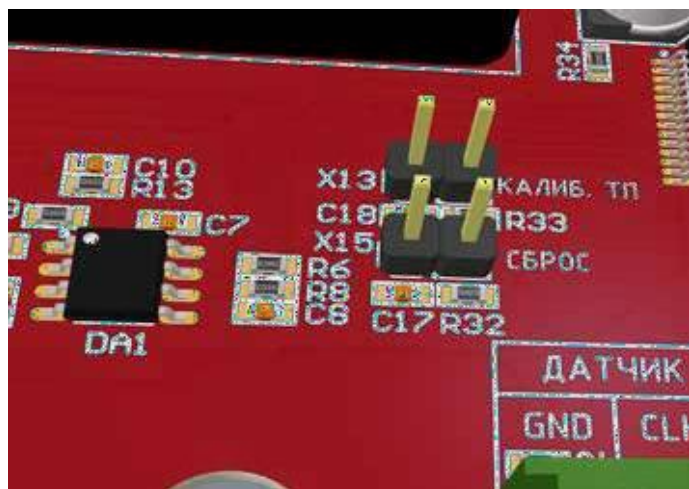

Рисунок 8. Установка перемычка на клеммах колодки X15
В Устройстве предусмотрена возможность сброса пользовательских настроек, к настройкам по умолчанию. Для этого необходимо обесточить Устройство и установить джампер (входит в комплект поставки, установлен на одном контакте колодки X15) между двумя контактами клеммной колодки X15 (рис. 8).
- › установить джампер на оба контакта колодки X13 (рис. 8);